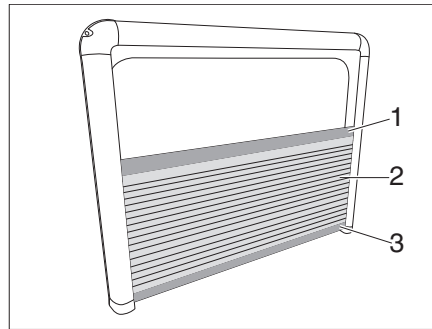

Bild 83 Rollo, plissiert
- Schließen:** ■ Verdunkelungsrollo (Bild 83,2) an der oberen Leiste (Bild 83,1) nach oben ziehen und untere Leiste (Bild 83,3) nach unten schieben.
- Öffnen:** ■ Obere Leiste (Bild 83,1) nach unten schieben. Das geöffnete Fenster ist durch das Insektenschutzgitter geschützt.
- Öffnen ohne Insektenschutzgitter:** ■ Untere Leiste (Bild 83,3) nach oben schieben. Das geöffnete Fenster ist nicht durch das Insektenschutzgitter geschützt.